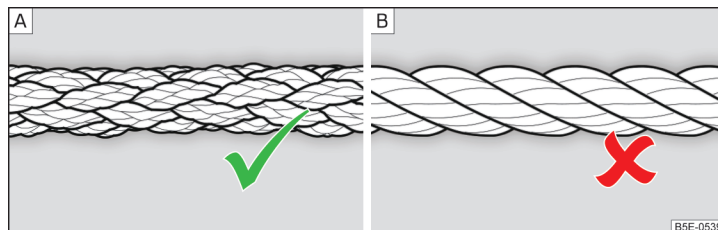

Fig. 167 Cablul de tractare împletit/cablul de tractare înfășurat
Pentru tractarea cu ajutorul unui cablu se va utiliza numai un cablu de tractare din fibre sintetice, împletit » fig. 167 - [A] » [I].
- La tractare nu utilizați cablu de tractare înfășurat » fig. 167 - , cârligul de tractare s-ar putea desface la autovehicul - există pericol de accident.